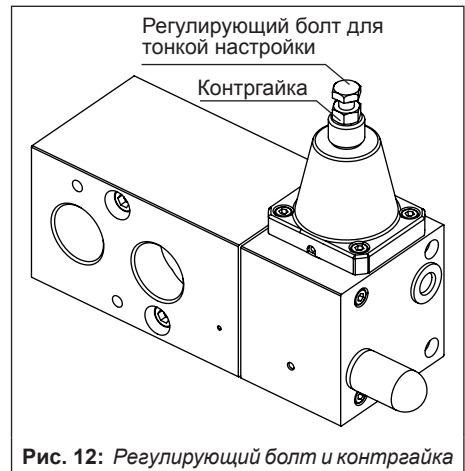

Рис. 12: Регулирующий болт и контргайка
4. Ослабить контргайку регулирующего болта для тонкой настройки (см. Рис. 12).